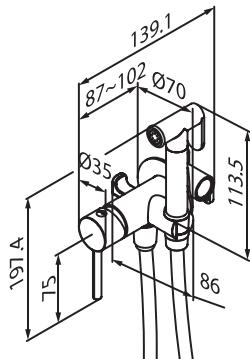

Рис. 2 / 2 сур.
- В намеченнем месте установки смесителя необходимо подготовить нишу для установки корпуса смесителя. Нишу подготавливают путем штробирования стены. Глубину ниши и ее размеры необходимо предусмотреть с учетом размеров корпуса смесителя. При определении глубины ниши необходимо учесть толщину будущей отделки и глубину, на которую может быть установлен смеситель от поверхности будущей стены с отделкой. Справочные размеры указаны на рис. 2